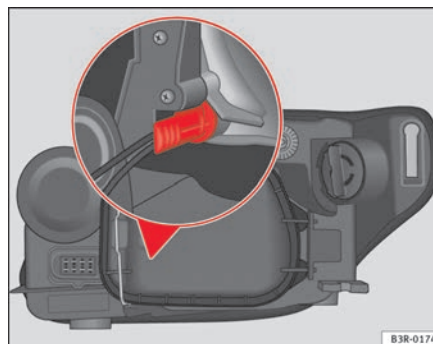

Abb. 198 Standlicht.
- Die Glühlampe am Sockel so einsetzen, dass der Halter des Lampenträgers zur Wand in senkrechter Stellung bleibt ⇒ Abb. 198, und Druck auf den Sockel ausüben. ▶